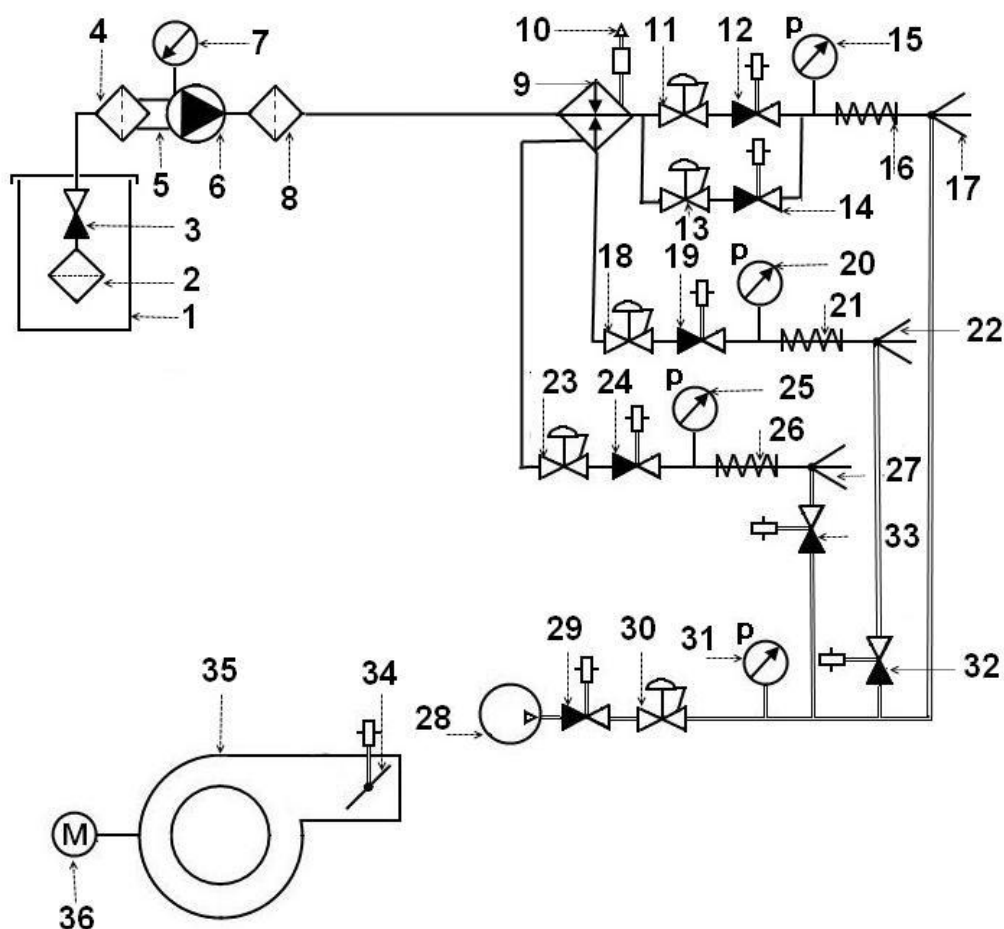
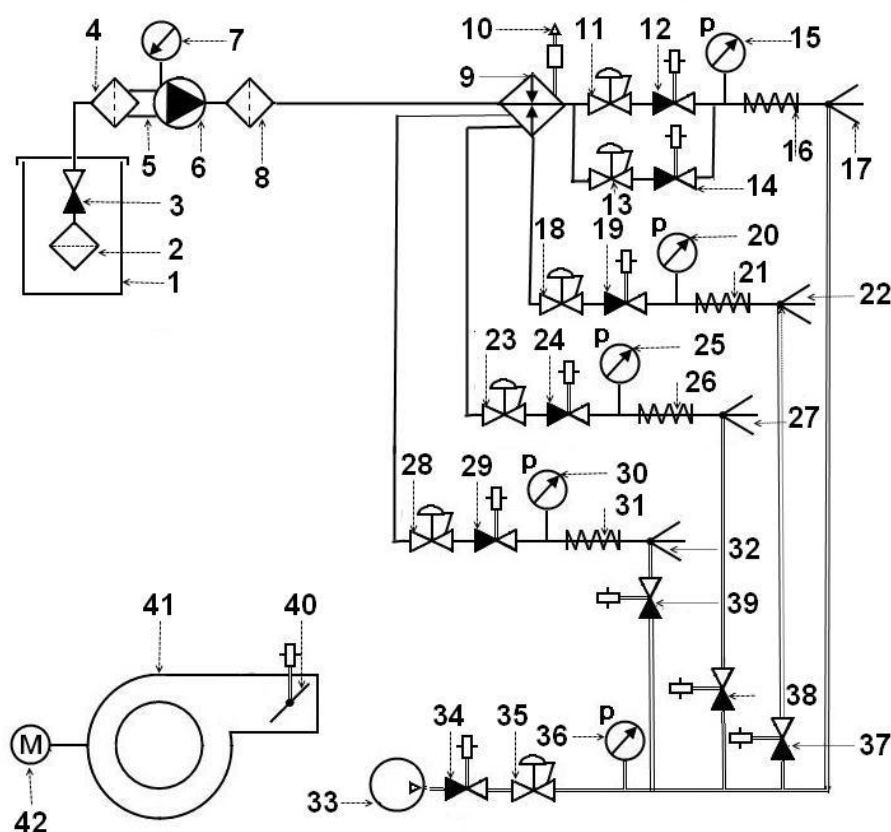

Рис.3 Функциональная схема горелок AL-120V .
Рис.4 Функциональная схема горелок AL-120Т .
***Для горелки AL-120V (трех форсуночной). Рис. 3***
Подача топлива осуществляется (см.рис.3) из расходного бака (поз.1) по топливной линии через сетчатый фильтр (поз. 2), обратный клапан (поз.3), самоочищающийся фильтр (поз.4) на всас топливного насоса (поз.6), излишки топлива по топливопроводам циркуляции (поз.5) возвращаются в топливный фильтр (поз.4), далее топливо поступает в топливный насос (поз.6) фильтр тонкой очистки (поз.8), подогреватель топлива (поз.9). Затем открывается электромагнитный клапан ступени розжига 1 (поз.12) и топливо поступает через регулятор давления топлива ступени розжига 1 (поз. 11) и подогреваемый трубопровод (поз.16) на форсунку (поз.17). Разрежение на всасе насоса контролируется вакууметром (поз. 7). Давление топлива на форсунку контролируется с помощью манометра (поз.15)
Через 10 секунд после открытия топливного клапана ступени розжига 2 подается электрический сигнал на открытие воздушной заслонки в положение первая ступень (Рис.12 поз.Ш). Электропривод начинает поворачивать заслонку, увеличивая поток «вторичного» и происходит открытие электромагнитного клапана первой ступени (Рис.3 поз.24) и через регулятор давления топлива (Рис.3 поз. 23) топливо поступает на форсунку первой ступени (поз.17) обеспечивая работу горелки на 60-70% мощности.
Через 10 секунд после открытия топливного клапана первой ступени подается электрический сигнал на поворот воздушной заслонки «вторичного» воздуха. Она начинает поворачиваться в положение вторая ступень (Рис12 поз.И) . В промежуточном положении воздушной заслонки, кулачковый механизм (Рис.12 поз.V) подает сигнал на открытие электромагнитного клапана второй ступени (Рис.3 поз.24) и через регулятор давления топлива ( Рис. 3 поз. 23) , топливо поступает на форсунку (Рис.3 поз. 22) обеспечивая работу горелки на полную мощность. Воздушная заслонка останавливается в положение вторая ступень (Рис.12 Поз.И)
#### *Для горелки AL-120T (четырёх форсуночной). Рис.4*
Подача топлива осуществляется (см.рис.4) из расходного бака (поз.1) по топливной линии через сетчатый фильтр (поз. 2), обратный клапан (поз.3), самоочищающийся фильтр с подогревом (поз.4) на всас топливного насоса (поз.6), излишки топлива по топливопроводам циркуляции (поз.5) возвращаются в топливный фильтр (поз.4), далее топливо поступает в топливный насос (поз.6) фильтр тонкой очистки (поз.8), подогреватель топлива (поз.9). Затем открывается электромагнитный клапан ступени розжига 1 (поз.12) и топливо поступает через регулятор давления топлива ступени розжига 1 (поз. 11) и подогреваемый трубопровод (поз.16) на форсунку (поз.17). Разрежение на всасе насоса контролируется вакууметром (поз. 7). Давление топлива на форсунку контролируется с помощью манометра (поз.15)
Через 10 секунд после открытия топливного клапана ступени розжига 2 подается электрический сигнал на открытие воздушной заслонки в положение первая ступень (Рис.12 поз.Ш). Электропривод начинает поворачивать заслонку, увеличивая поток «вторичного» и происходит открытие электромагнитного клапана первой ступени (Рис.4 поз.24) и через регулятор давления топлива (Рис.3 поз. 23) топливо поступает на форсунку первой ступени (поз.17) обеспечивая работу горелки на 1/2 мощности.
Через 15 секунд после открытия топливного клапана первой ступени подается электрический сигнал на открытие электромагнитного топливного клапана ступени 2.1 (Рис.3 поз.24) и через регулятор давления топлива (Рис.3 поз. 23) топливо поступает на форсунку ступени 2.1 (поз.27), открывается электромагнитный клапан первичного воздуха (поз. 38) и одновременно воздушная заслонка «вторичного» воздуха начинает поворачиваться в положение вторая ступень (Рис12 поз.I) . В промежуточном положении воздушной заслонки, кулачковый механизм (Рис.12 поз.V) подает сигнал на открытие электромагнитного клапана ступени 2.2 (Рис.4 поз.29) и через регулятор давления топлива ( Рис. 4 поз. 28) , топливо поступает на форсунку (Рис.4 поз. 32) обеспечивая работу горелки на полную мощность. Воздушная заслонка останавливается в положение вторая ступень (Рис.12 Поз.И)